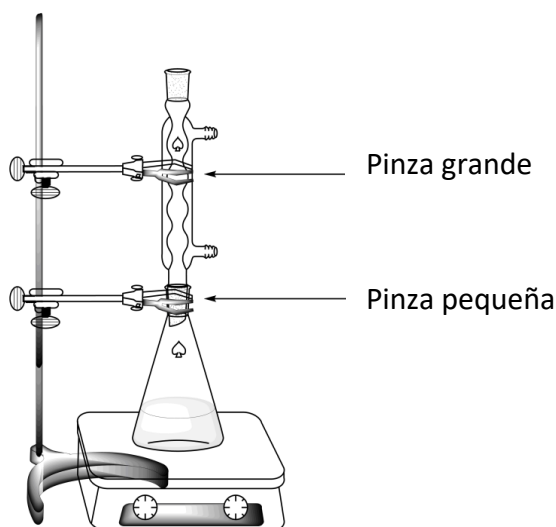

Figura 1. Montaje para calentar la mezcla de reacción bajo reflujo
4. **Conecte** el condensador de bola, ya engrasado, soltando suavemente la pinza grande y ajustando las uniones esmeriladas (vea la Figura 1). **Levante** su tarjeta de HELP. Un asistente de laboratorio vendrá a abrir la llave del agua y encender la plancha de calentamiento.
14. **Realice** la recristalización del producto impuro contenido en el Erlenmayer esmerilado de 50 mL en el mismo montaje de reflujo (vea la Figura 1). **Levante** su tarjeta de HELP. Un asistente de laboratorio vendrá a abrir la llave de agua y encender la plancha de calentamiento. **Añada** la cantidad apropiada de mezcla agua/etanol por la parte de arriba del condensador.